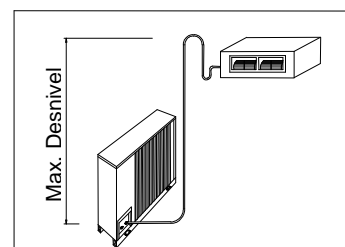

Figura 5
- Si la unidad motocondensadora está situada más baja que la unidad evaporadora (figura 5), disponer un sifón de altura igual a la del paquete de la batería, para evitar que, cuando la máquina está parada, haya un retorno de líquido al compresor.